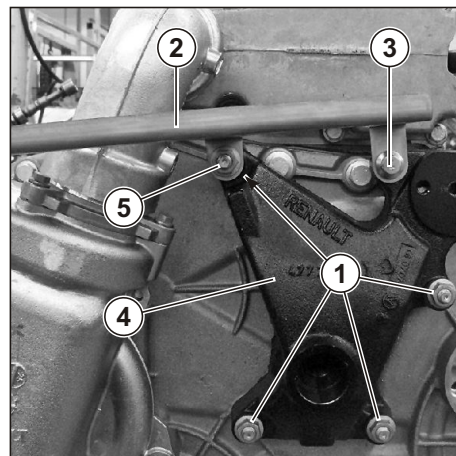

Рис. 132. Установка привода вентилятора.
2. Навернуть 4 гайки М10 (1) (311422) крепления привода вентилятора (см. **Рис. 132**) затянуть моментом $M_{кр} = 60 \pm 12$ Нм.
3. Установить кронштейн жгутов передний (2) (650.3724142), ввернув болт М10-6gx25 (3) (31020) в отверстие кронштейна шкива вентилятора (4).
4. Навернуть гайку (5) крепления кронштейна жгутов на шпильку.
5. Затянуть болт (3) моментом $M_{кр} = 40 \pm 8$ Нм и гайку (5) моментом $M_{кр} = 40 \pm 8$ Нм.